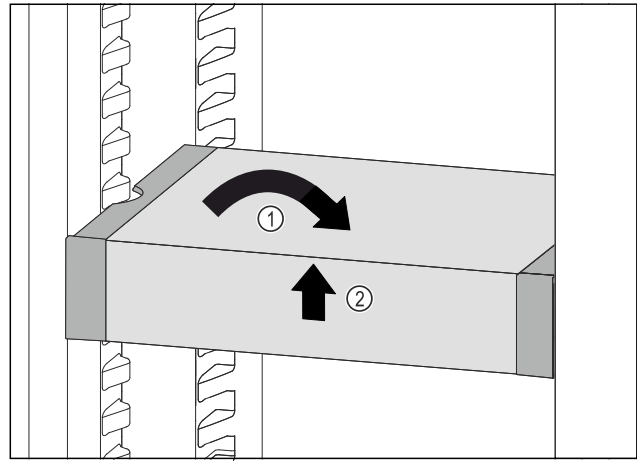

Fig. 179
- ▶ Установите VarioSafe прямо. Fig. 179 (1)
- ▶ Приподнимите VarioSafe спереди. Fig. 179 (2)